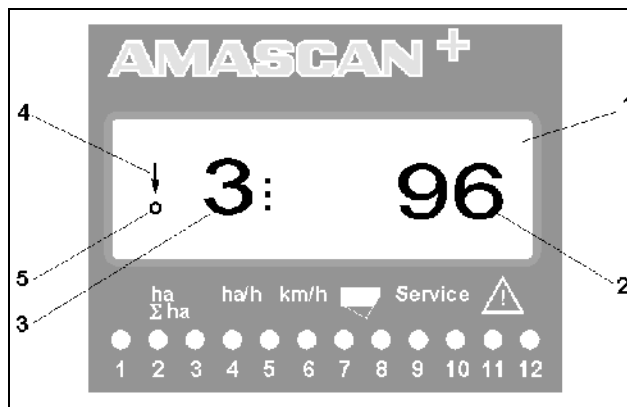

Fig. 4
Lorsque le semoir monograine est en position de travail, les éléments suivants sont affichés sur l'affichage à 6 positions (Fig. 4/1):
- À droite – le nombre instantané [graines /ha]/1000 (Fig. 4/2).
- A gauche (Fig. 4/3) l'affichage (chiffres 1, 2, 3 etc.) change automatiquement après 5 secondes. Le numéro affiché est celui de l'élément semeur actuellement surveillé.
- Flèche verticale (Fig. 4/4) et cercle clignotant situé en dessous (Fig. 4/5), dès que le capteur de mouvement (capteur „X“) fournit des impulsions à l'**AMASCAN+**.